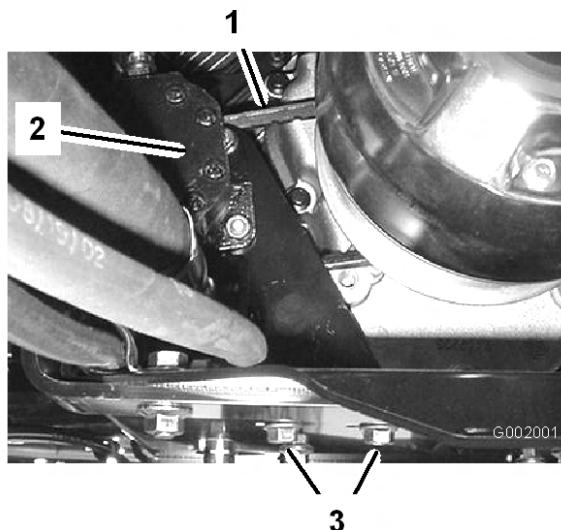

図 61
2. ステアリング・ポンプの取り付けボルトをゆるめる(図 61)。